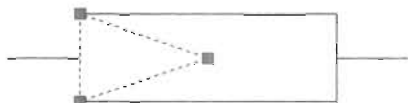

图 5-9
(2) 鼠标左键单击三角造型的多段线，将其选中，此时多段线将显示 3 个夹点，如图 5-9 所示。